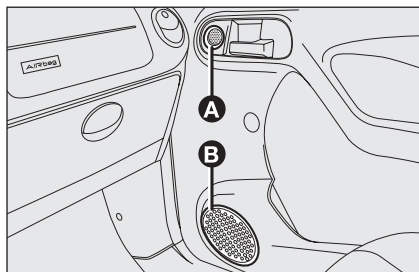

fig. 97
- ☐ dos altavoces tweeter **A-fig. 97** y dos woofer **B** de 40 W máx. cada uno, en las puertas delanteras;